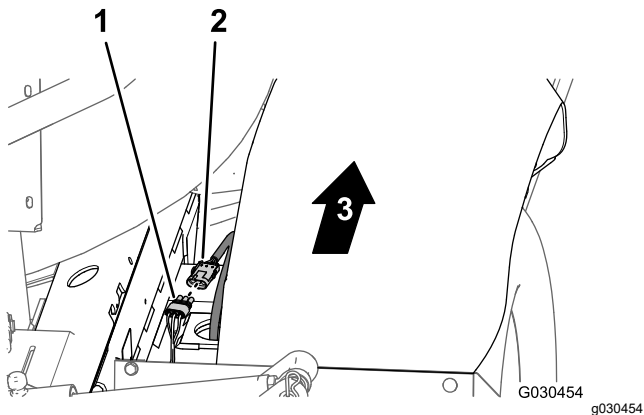

**Рисунок 21**
3. Снимите 3 вставных держателя, которые крепят задний жгут проводов к отверстиям в правой трубе рамы машины (**Рисунок 21**).